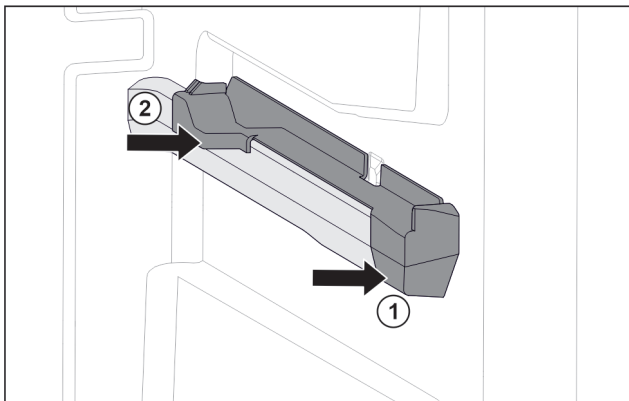

Fig. 74 Élément emboîtable sur la nervure de récipient droite
- ▶ Poser le devant de l'élément emboîtable contre la nervure de récipient. Fig. 74 (1)
- ▶ Enfoncer l'arrière de l'élément emboîtable. Fig. 74 (2)